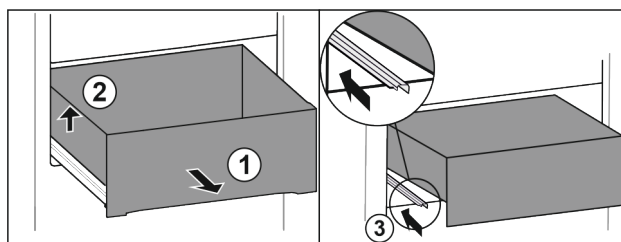

Fig. 14
- Retirer entièrement le tiroir Fig. 14 (1).
- Soulever le tiroir sur la gauche Fig. 14 (2).
- Rentrer le rail de gauche Fig. 14 (3).